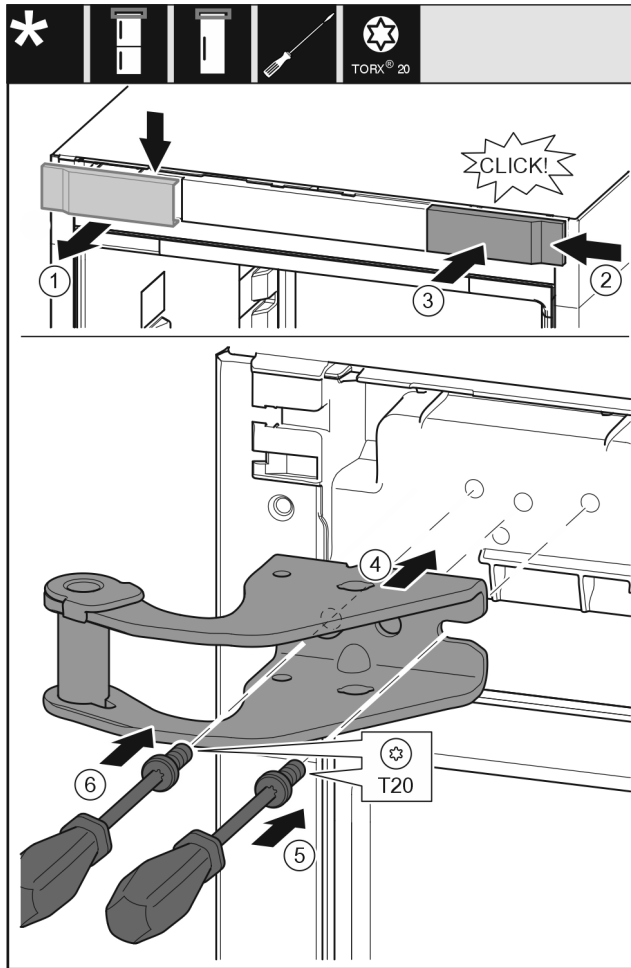

Fig. 14
- ▶ Retirer le cache Fig. 14 (1) depuis le haut vers l'avant.
- ▶ Accrocher le cache Fig. 14 (2) tourné de 180° de l'autre côté depuis le côté droit.
- ▶ Enclencher le cache Fig. 14 (3).
- ▶ Poser le support de palier supérieur Fig. 14 (4).
- ▶ Poser la vis Fig. 14 (5) avec un tournevis et la serrer.
- ▶ Poser la vis Fig. 14 (6) avec un tournevis et la serrer.